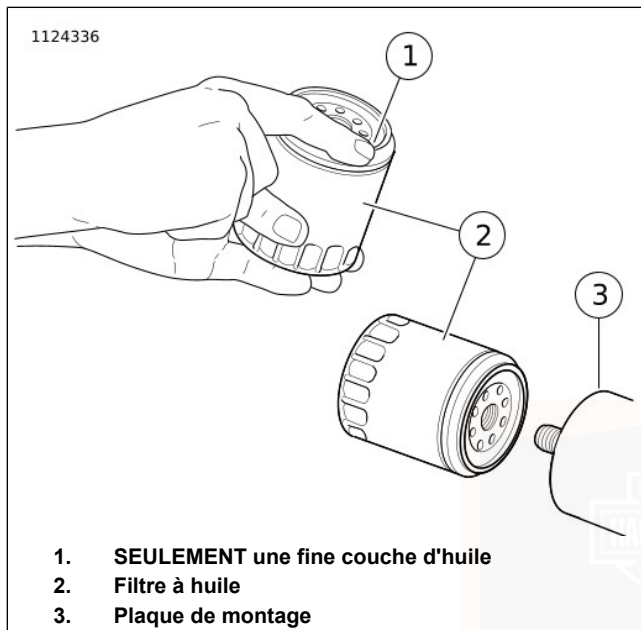

Figure 51. Application d'une fine couche d'huile
7. Voir Figure 51. Poser un filtre à huile **neuf**.